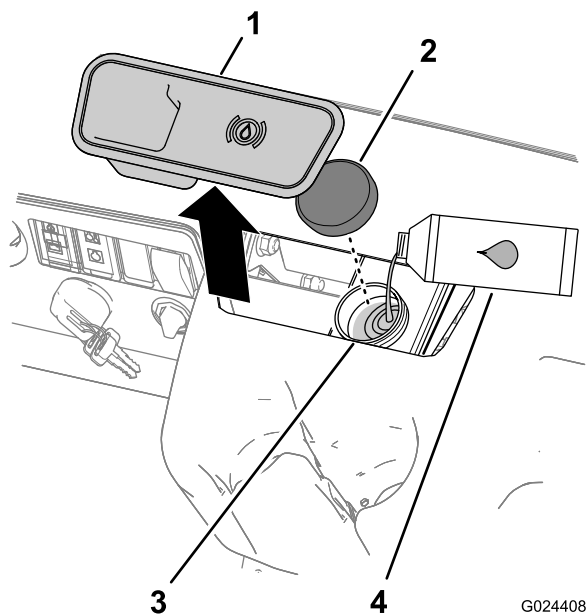

図 17
2. ダッシュボード中央部にあるゴム製のプラグ栓を外してブレーキのマスターシリンダおよびブレーキ液のタンクにアクセスできるようにする図 17。
- A. ウェスでタンクのキャップの周囲をきれいに拭いてキャップ外す図 17。
- C. タンクにキャップを取り付ける図 17。